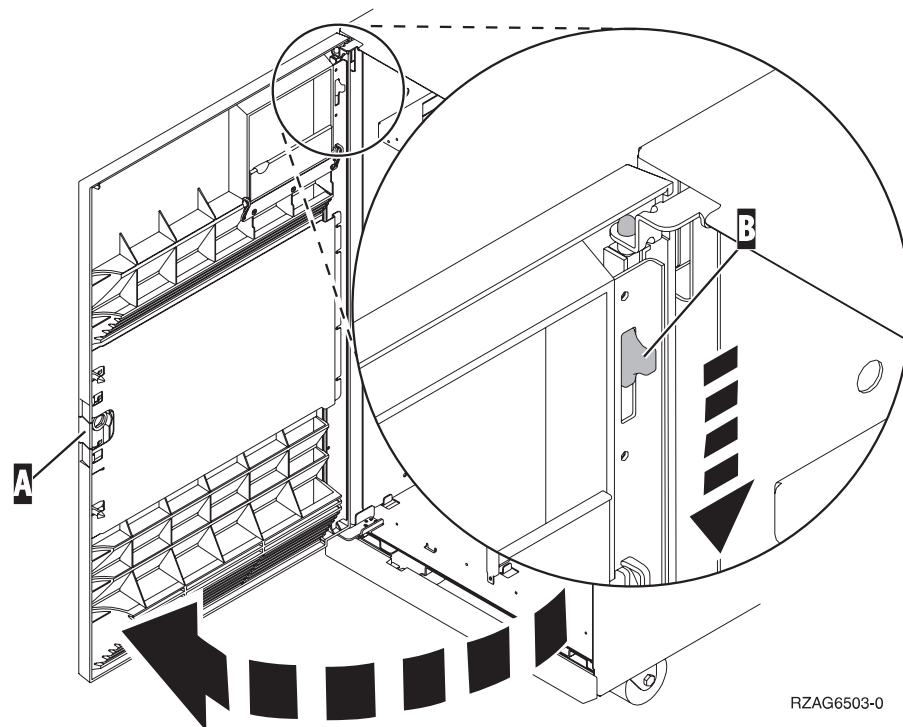
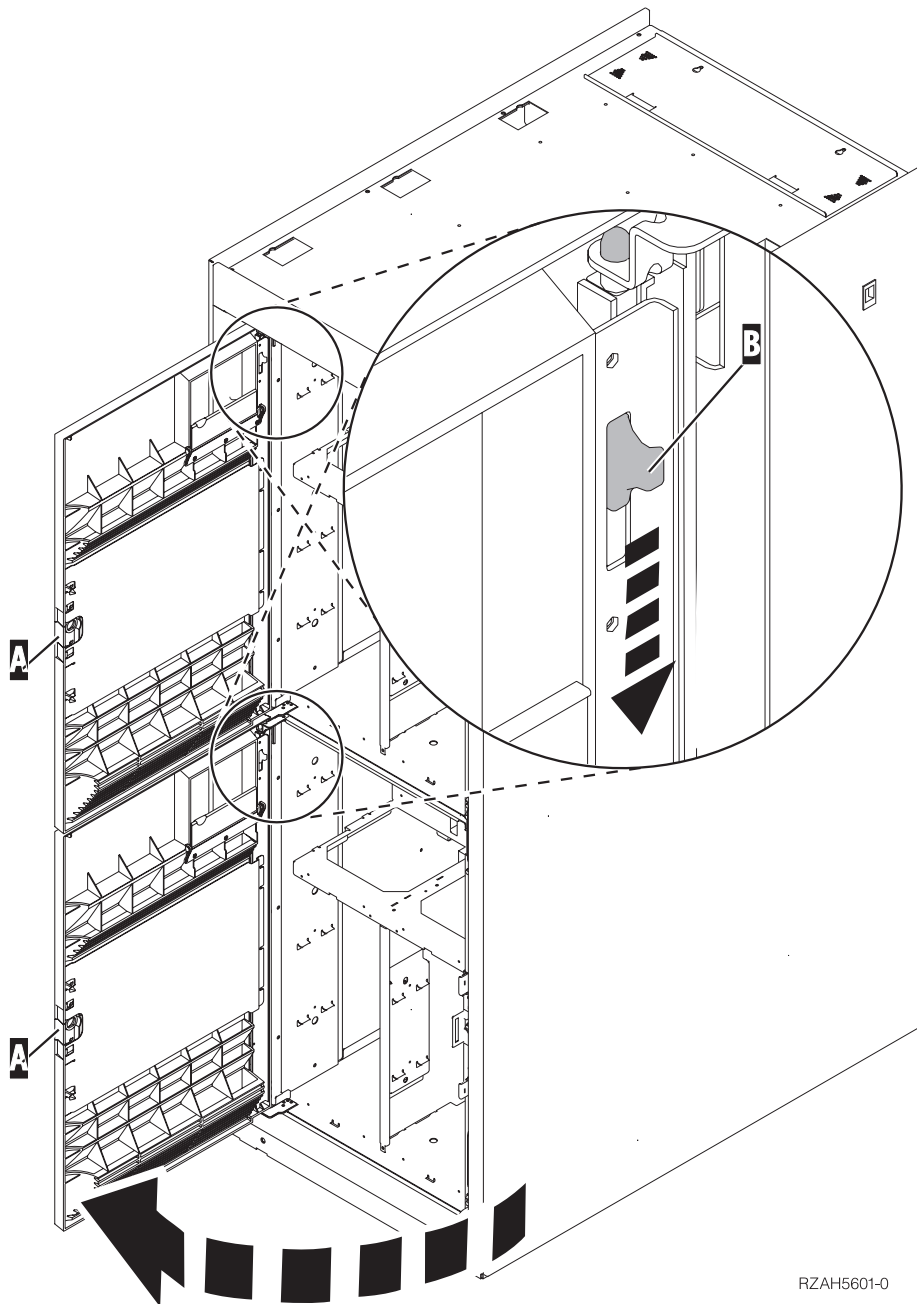

Abbildung 33. Frontverkleidung öffnen (Erweiterungseinheit IBM 5065)
Abbildung 34. Frontverkleidung öffnen (Erweiterungseinheit IBM 5066)
- ___ 2. Sehen Sie sich Abb. 33 (5065) oder Abb. 34 auf Seite 42 (5066) an und benutzen Sie die Verriegelung **A**, um die Frontverkleidung zu öffnen.